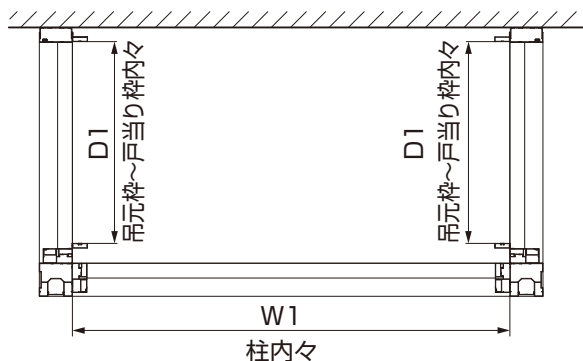
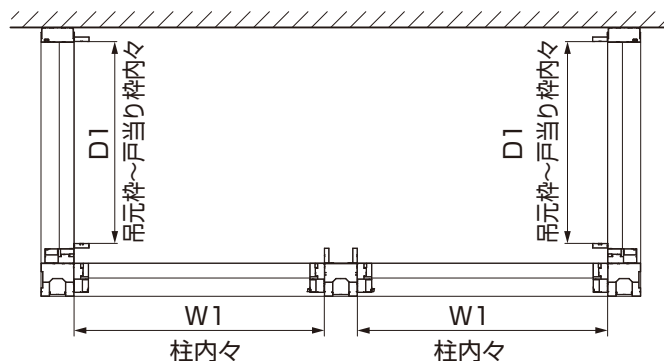
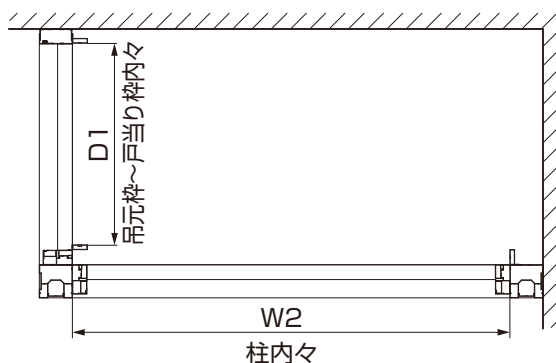
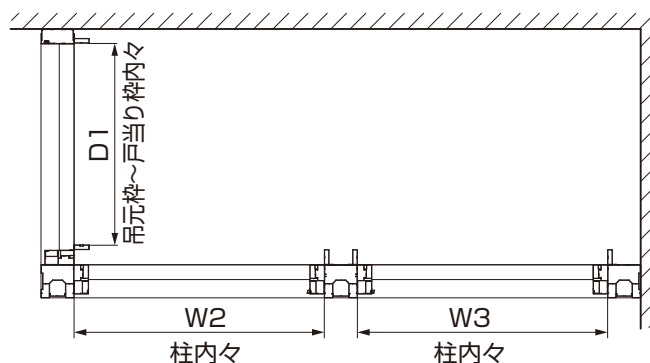

図5-1 標準納まり
図5-2 標準納まり
図5-3 入隅納まり
図5-4 入隅納まり
- ①タイプに合わせて柱内々寸法W1、W2、W3を計測してください。(図5-1、図5-2、図5-3、図5-4参照)
- ③吊元枠～戸当り枠内々寸法D1を計測してください。(図5-1、図5-2、図5-3、図5-4参照)